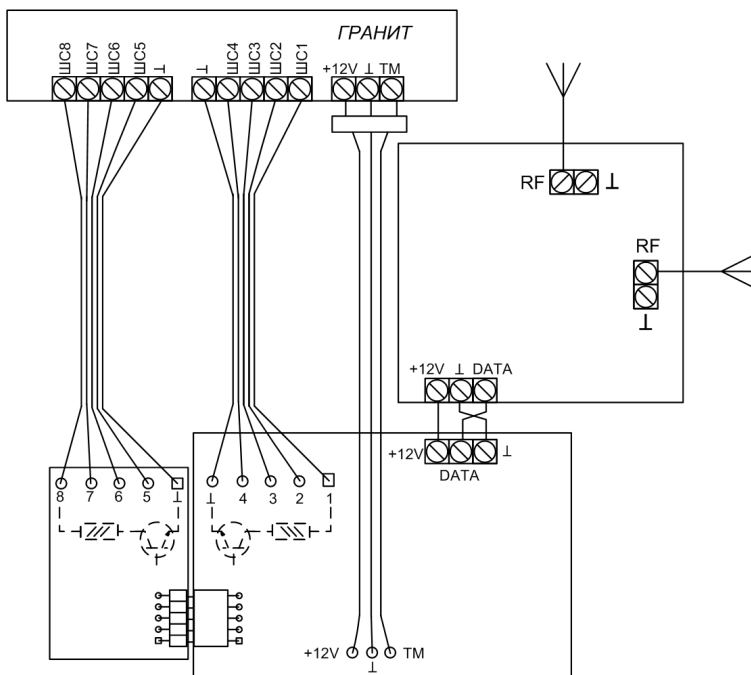

Рис. 10 Схема подключения РПУ к ППКОП «ГРАНИТ-8/8Р/3Л/5Л/8Л»
Подсоедините плату расширения к плате РПУ. Подключите плату расширения к плате контроллера прибора «ГРАНИТ-8/8Р/3Л/5Л/8Л». Схемы подключения показаны на рис. 10, 11.
3. Подключить плату расширения РПУ согласно схеме подключения (рис. 10).